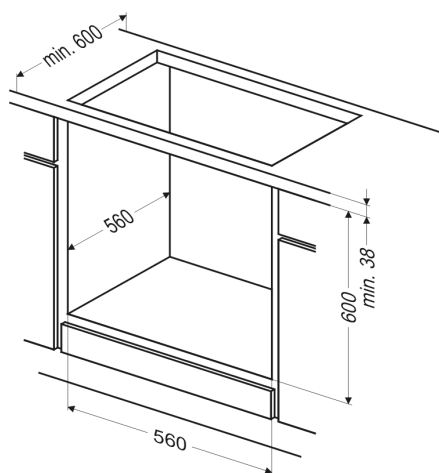

Рис.2
2. Приготовить отверстие в мебели (шкафчике) для установки духовки с размерами, указанными на рис. 2.